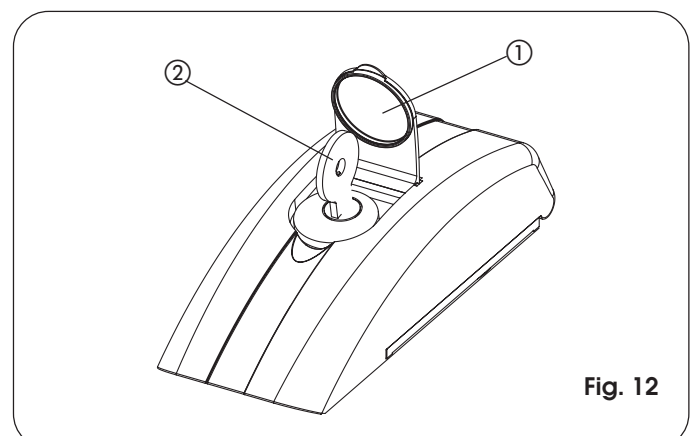

Fig. 12
- Die Schutzkappe anheben (Abb. 12, Bez. ①) und den entsprechenden, im Lieferumfang enthaltenen Schlüssel einführen (Abb. 12 Bez. ②).